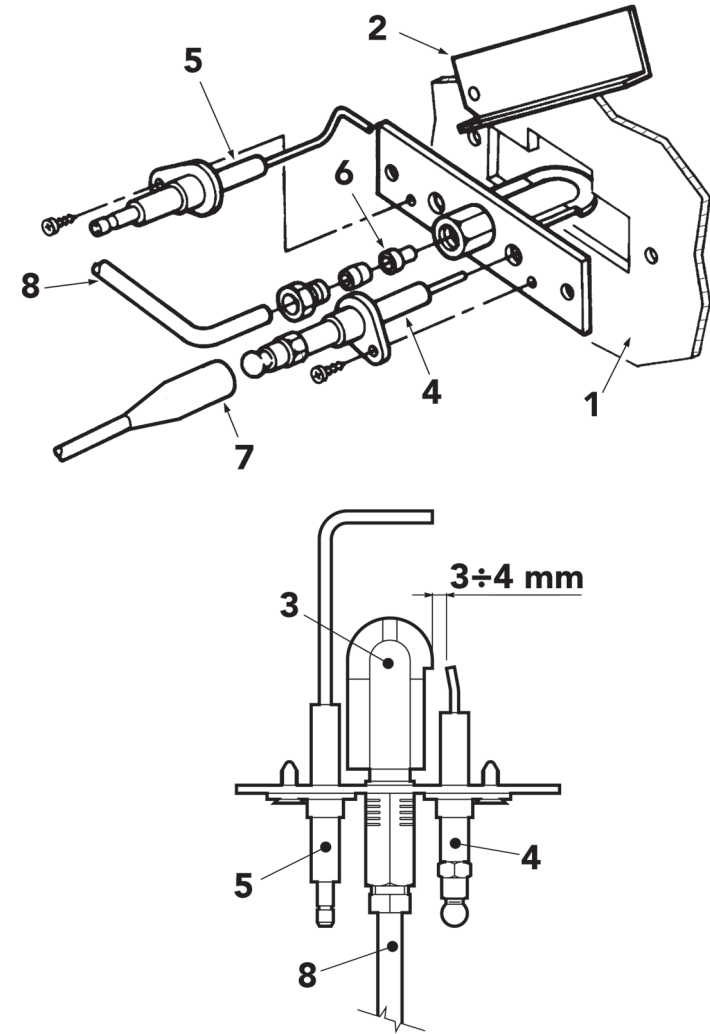

рис. 8 - Пилотная горелка
- Электроды не должны иметь накипи и быть правильно установленными (см. рис. 8).
Отсутствие искры между электродами	Проверьте правильность позиционирования электродов и отсутствие на них повреждений или отложений, проверьте также правильность искры (смотрите рис. 8)